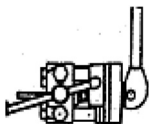

Fig. 4
- D. Seleccione el punzón según la **tabla**. Algunos racores contemplan dos operaciones de avellanado. Lleve a cabo la primera operación haciendo correr el punzón en la herramienta hasta alinearlos con la matriz. **(Fig. 4)**